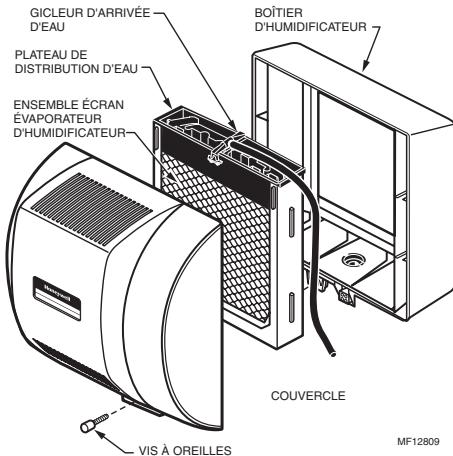

Fig. 14. Nettoyage de l'humidificateur.
2. Enlever le couvercle de l'humidificateur en débranchant le connecteur et en dévissant la vis à oreilles. Tenir la partie inférieure du couvercle et tirer vers soi Voir la Fig. 14.